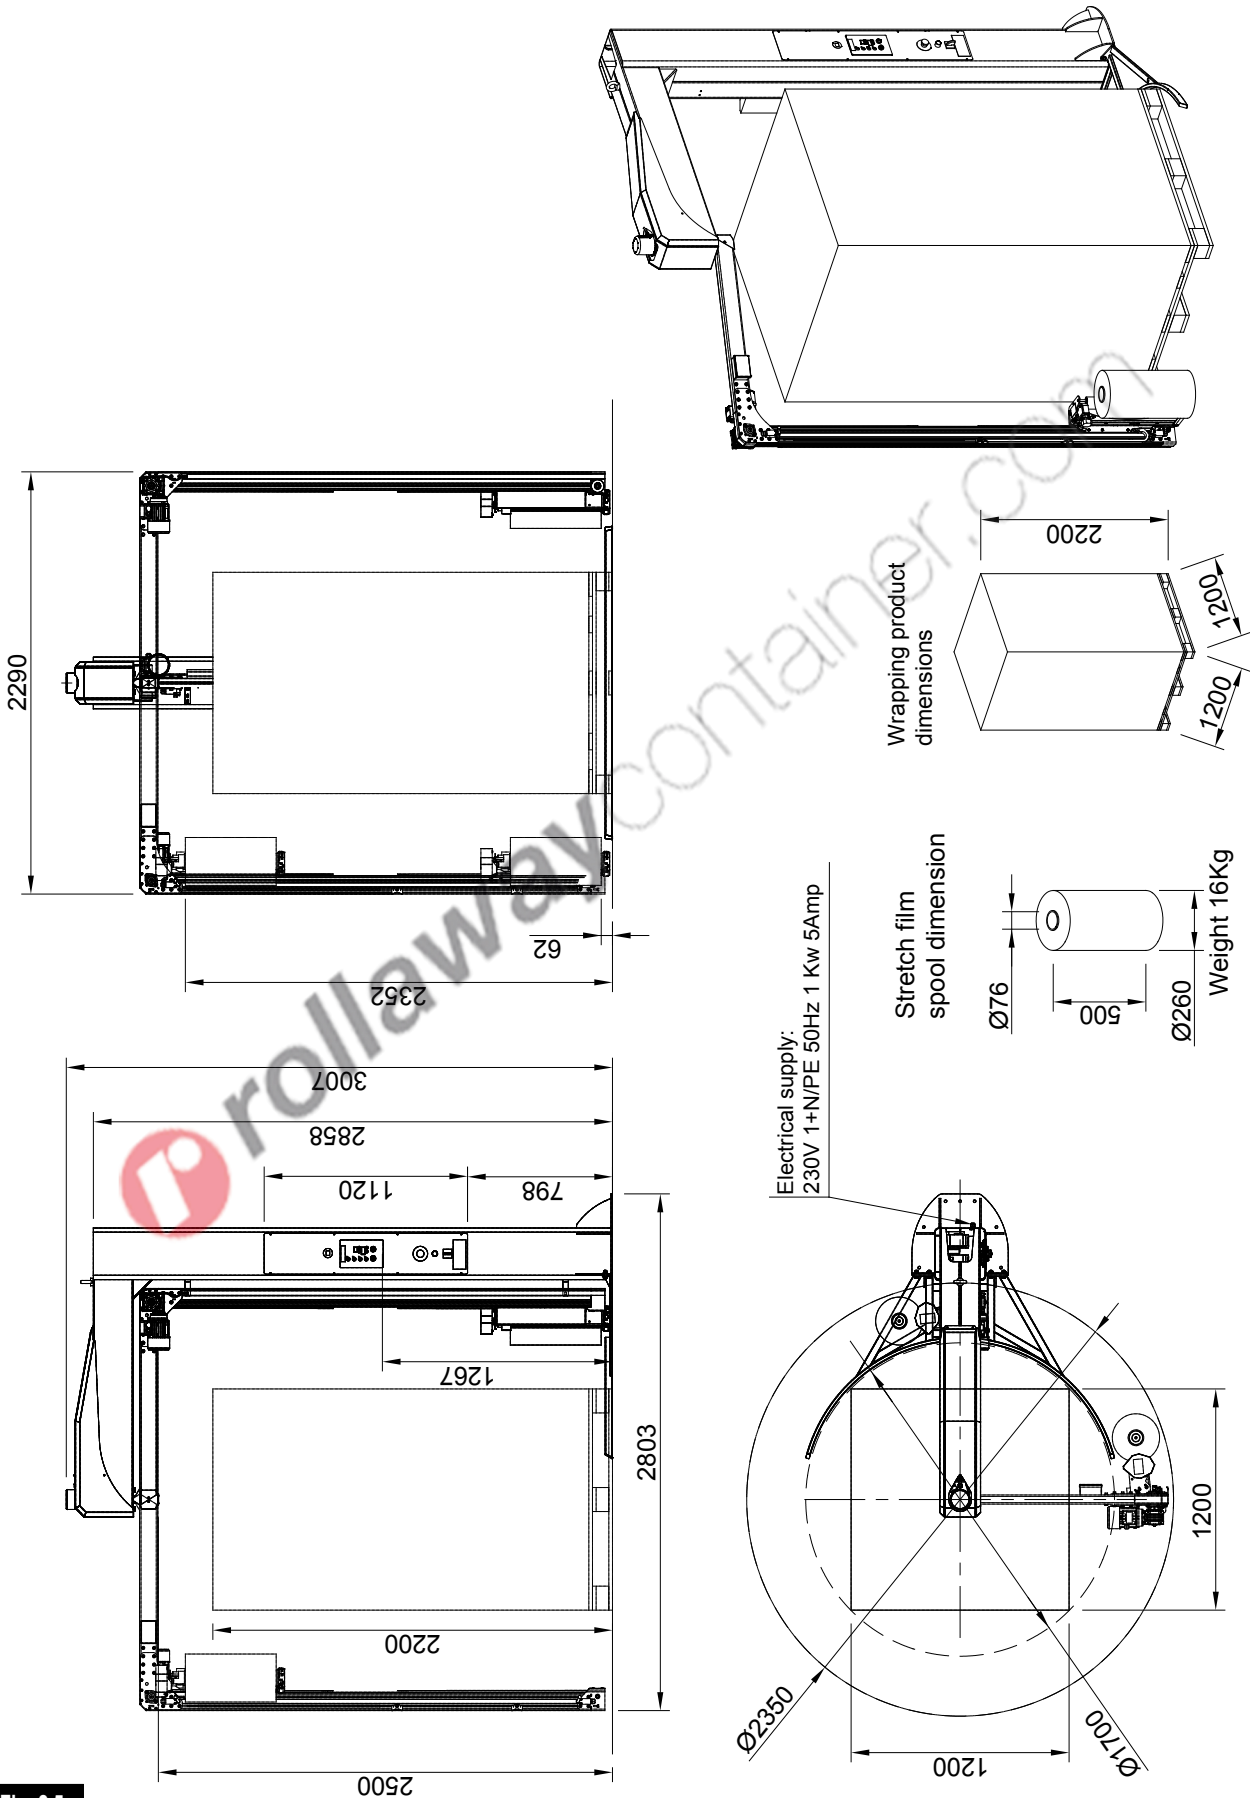

Fig. 2.5
• Dimensioni di ingombro	Fig. 2.5
• Dimensions hors-tout	Fig. 2.5